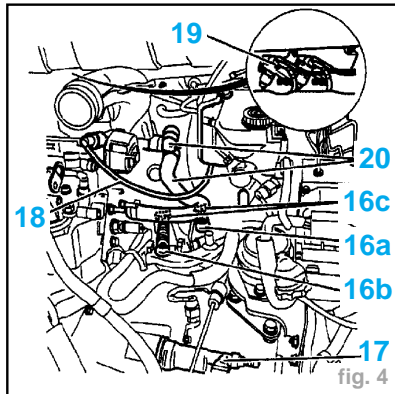
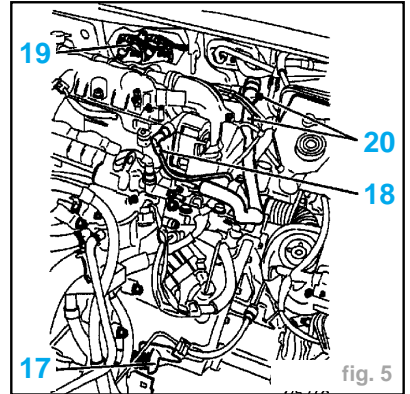

fig. 4
fig. 5
- Déclipper la rotule (16a) de $\varnothing 10$ mm, à l'aide de l'outil 0216-G1 (fig. 4).
- Déposer la commande d'embrayage (17) (fig. 5)
- Écarter (fig. 4 et fig. 5)
- le tuyau de dépression (18) de l'assistance de freinage